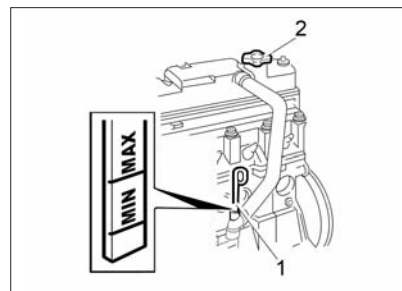

Рис. 45. Проверка уровня масла в картере двигателя 8-клапанного двигателя
Уровень масла проверяется на холодном неработающем двигателе при нахождении автомобиля на горизонтальной поверхности. Уровень должен находиться между метками **MIN** и **MAX** указателя уровня масла 1 (рис. 45) или между верхним и нижним краями рифленой поверхности указателя 1 (рис. 45а) в зависимости от модели двигателя. При необходимости доливка масла (см. приложение 1) производится через горловину, закрываемую пробкой 2.
Рис. 45а. Проверка уровня масла в картере двигателя 16-клапанного двигателя
Проверку уровня масла выполняйте на остывшей коробке передач. Уровень масла должен быть между двумя метками указателя 1 (рис. 45б) уровня масла. Доливку масла (см. приложение 1) проводите небольшими порциями через отверстие, закрываемое указателем уровня масла.
**Рис. 45б. Проверка уровня масла в коробке передач**
**В варианном исполнении** при комплектации автомобиля механической коробкой передач с тросовым приводом управления уровень масла должен быть по нижней кромке контрольного отверстия 1 (рис. 45в). Доливку масла (см. приложение 1) проводи-
**Рис. 45в. Проверка уровня масла в коробке передач (в варианном исполнении)**